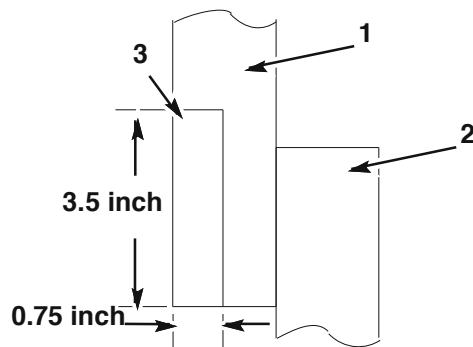

図15
8. 旧モデルの機械の場合、ホールド・イン・アセンブリを切断してホースの通る隙間を確保する必要があります (図15)。